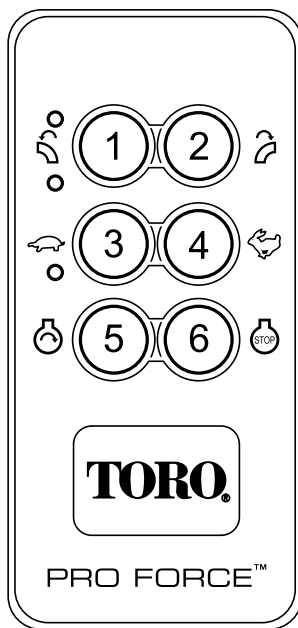

Bild 15
4. Der Motorstart wird nur aktiviert, wenn Sie die Starttaste drücken und der Motor im Startmodus ist. Der Motor kann nur gestartet werden, wenn die folgenden den Motorstart aktivierenden Schritte ausgeführt wurden (Bild 15).